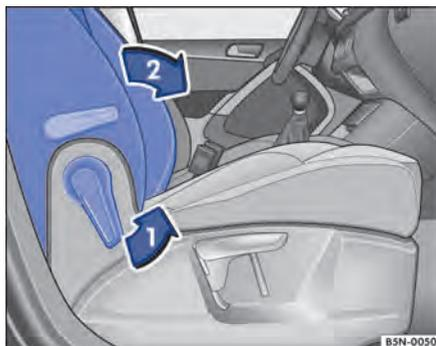

Fig. 81 Banco do passageiro dianteiro: rebater o encosto para frente.
- Destruvar o encosto do banco do passageiro dianteiro no sentido da seta → Fig. 81 .